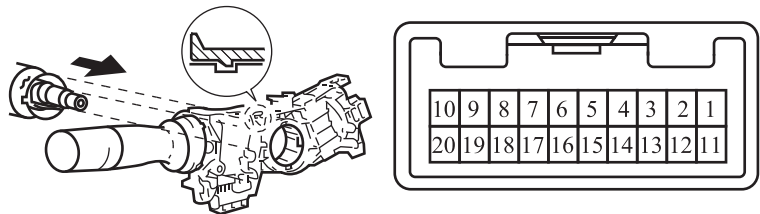

图1-50 变光开关总成及连接器
1) 拆卸前大灯变光开关总成、断开连接器，如图1-50所示。